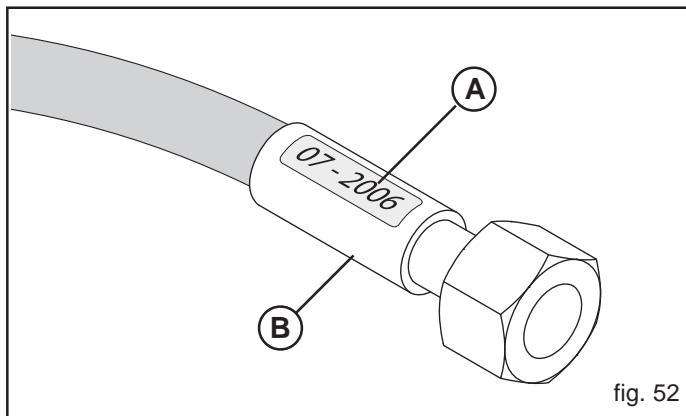

fig. 52
- perdite in prossimità dell'armatura del tubo (B, Fig. 52);
- corrosione dell'armatura (B, Fig. 52);
- superati i 5 anni dalla produzione (A, Fig. 52).